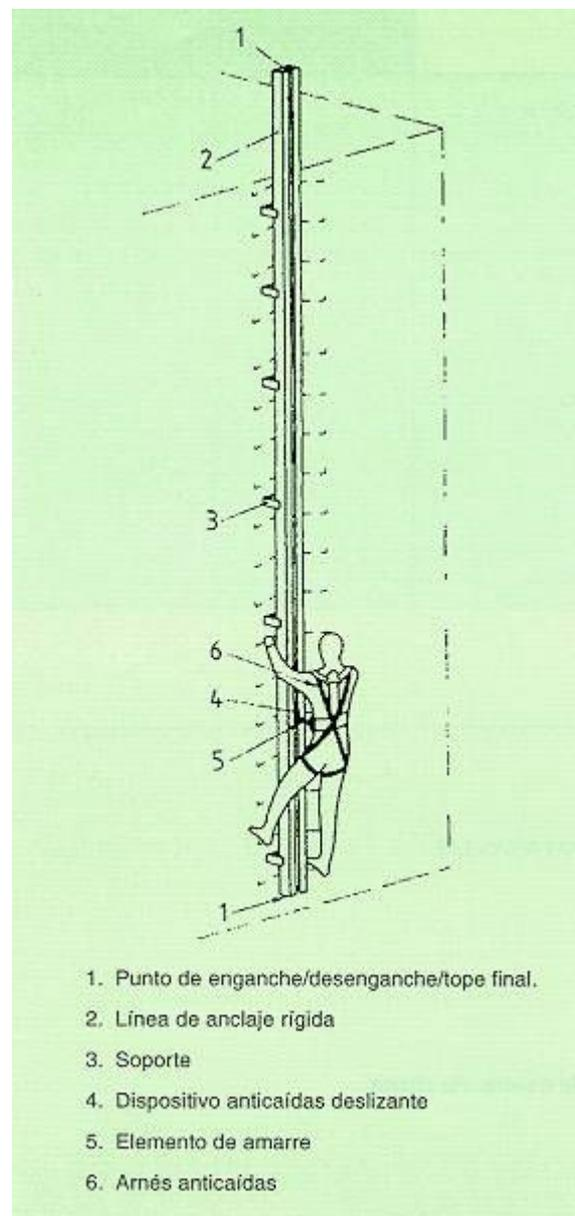

Fig. 7: Sistema anticaídas con dispositivo anticaídas deslizante sobre línea de anclaje rígida
- Dispositivo anticaídas deslizante sobre línea de anclaje rígida (fig. 7): Es un subsistema formado por una línea de anclaje rígida, un dispositivo anticaídas deslizante con bloqueo automático que está unido a la línea de anclaje rígida y un elemento de amarre que se fija en el dispositivo anticaídas deslizante.